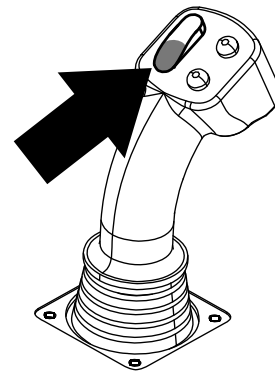
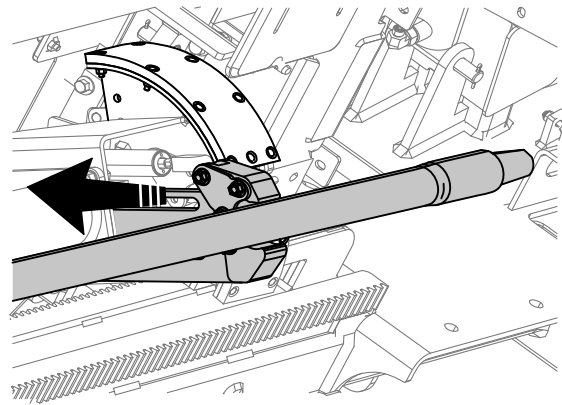

Figura 14
Figura 15
- Mantenha premida a secção inferior do interruptor oscilador (Figura 14) até os braços se retraírem completamente (Figura 15).